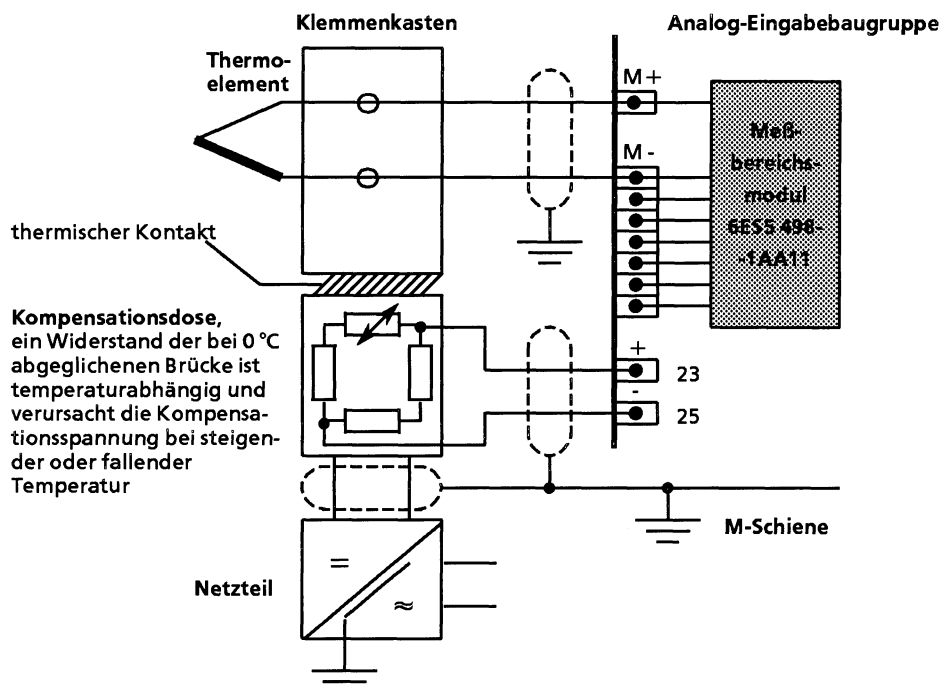

Bild 10.4 Anschluß von Thermoelementen
- Kompensationsspannung an die Stifte 23 und 25 (KOMP+ und KOMP-) der Analog-Eingabebaugruppe anlegen (→ Bild 10.4).